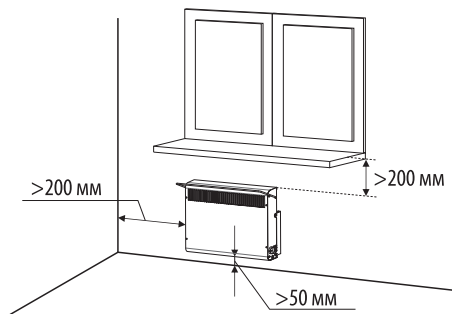

Рисунок. 1.
6.1. Для нормальной работы конвектора необходимо обеспечить: расстояние до пола — не менее 50 мм, до боковой стены, мебели — не менее 200 мм, свободное пространство над конвектором — не менее 200 мм (см. рис. 1).